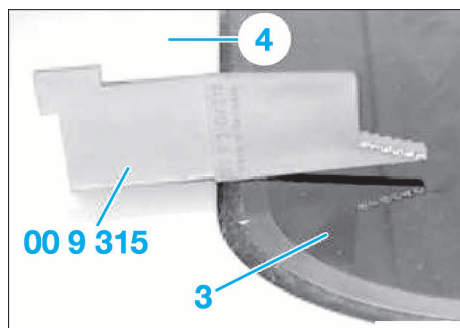

FIG. 78
- Contrôler la hauteur du couvercle du toit ouvrant (3) par rapport au toit (4) avec l'outil spécial 00 9 315 (Fig.78).